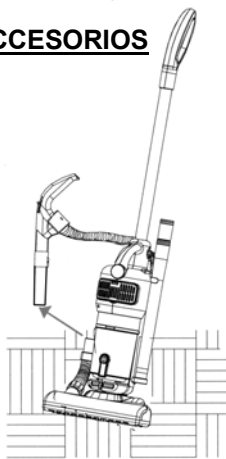

Fig. 8
- Conecte el tubo de extensión, el accesorio para rendijas, o la escobilla para polvo en el extremo de la manguera. (Fig. 8)